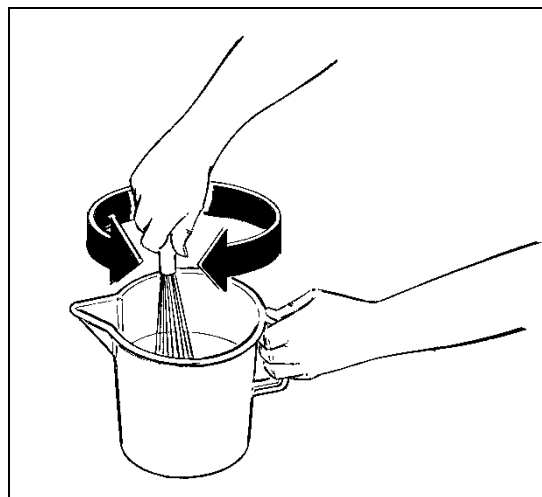

Fig. 21
- Diluer et mélanger, dans un récipient à part, le produit avec de l'eau ou du lait selon les instructions du producteur (voir figure 21).